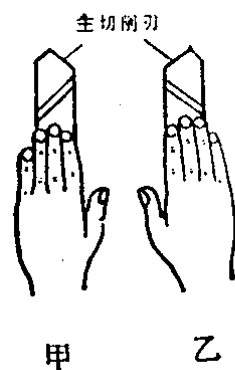

图12 左切刀和右切刀
（1）左切刀（图12甲）：左手大拇指指向主切削刃一边的为左切刀。
(2) 右切刀 (图12乙)：右手大拇指指向主切削刃一边的为右切刀。